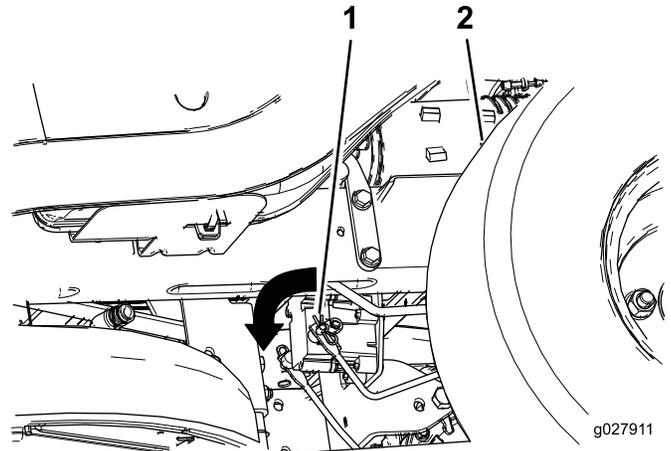

Figura 39
2. Localice los ejes donde están conectados los brazos de enganche de los frenos, en ambos lados del freno eléctrico (Figura 39).